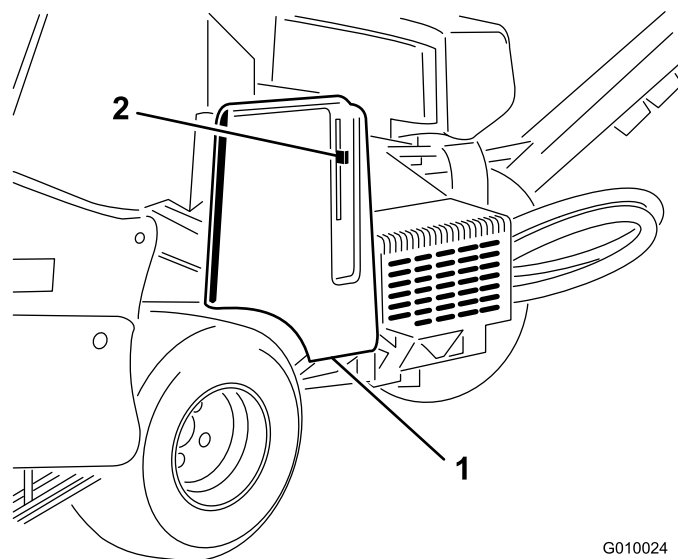
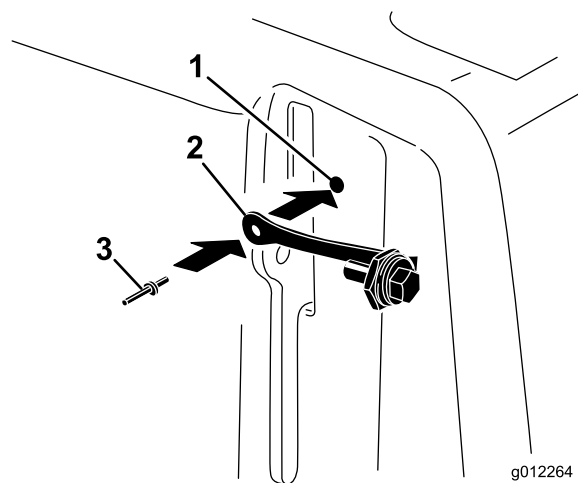

Figura 8
Figura 9
2. Fissate il cordino al foro presente sul paracinghia per mezzo di un ribattino con spina (Figura 9).
1. Individuate il foro sul paracinghia, vicino alla leva del dispositivo di fermo (Figura 8 e Figura 9).